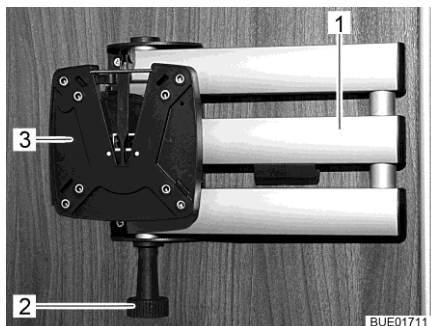

Fig. 67 Supporto (braccio snodato a due pezzi)
- Tirare il bottone di sbloccaggio (Fig. 67,2). Il braccio snodato (Fig. 67,1) è sbloccato.
- Ruotare lo schermo piatto all'indietro nella sua posizione iniziale, finché il supporto (Fig. 67,3) si innesta nel bloccaggio producendo un suono.